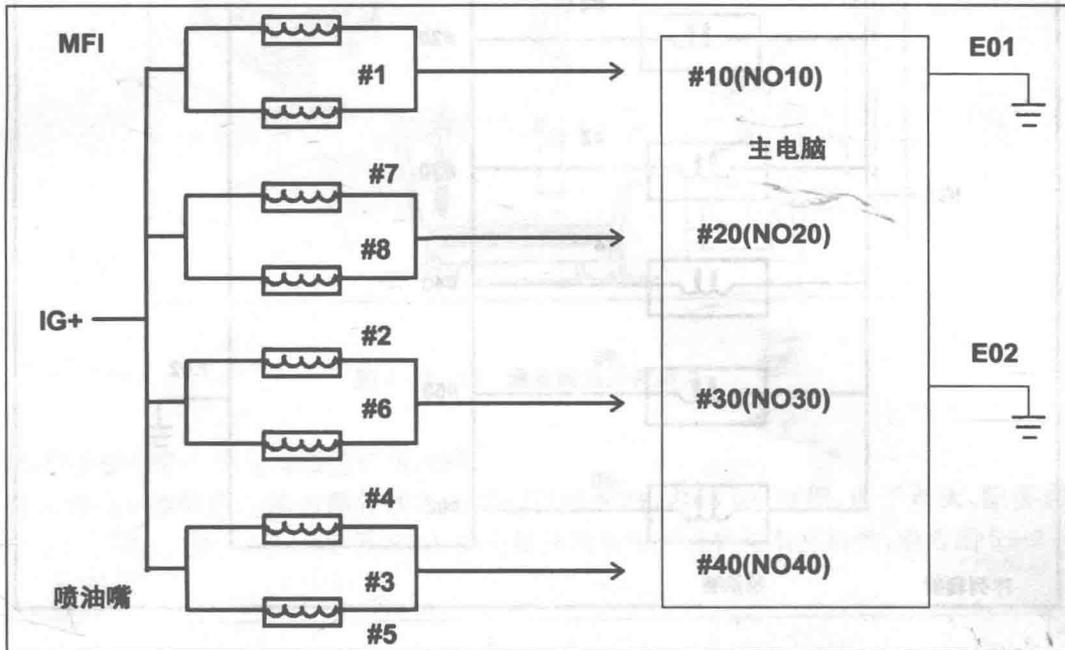

图 5-2-10 喷油嘴(4个)线路图
(2)检修测试:点火开关置于 ON 位置时,各管脚电压应为 12V;发动机运转时应为脉冲电压。若电压为 0V,表示主电脑不良或线路搭铁。(参考图 5-2-10 及图 5-2-11。)